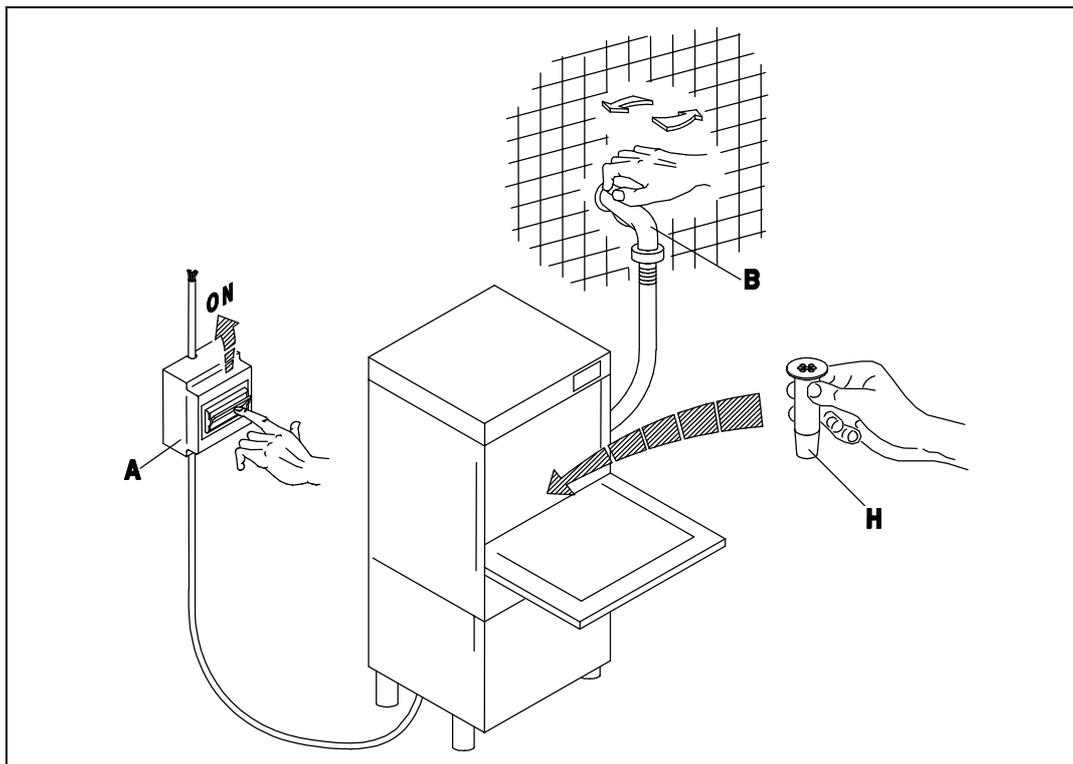

Fig. 3-1
- Aprire il rubinetto dell'acqua (B), inserire l'interruttore generale (A). Attivare l'interruttore principale dell'apparecchio (1), ne conseguirà l'accensione della spia (A) evidenziando che la macchina è sottoposta a tensione. A porta chiusa l'apparecchio si riempie d'acqua e alla fine del carico, si inseriscono automaticamente le resistenze della vasca e del boiler in alternanza. Il funzionamento delle resistenze è reso visibile dall'accensione delle spie (D) ed (E). Quando entrambe le spie si spengono l'acqua avrà raggiunto le temperature impostate e l'apparecchio sarà pronto per iniziare il lavaggio. (fig. 3-1÷3-2)
- Turn on the water tap (B) and switch on the master switch (A). Turn the appliance ON switch (1), which will cause the warning light (A) to illuminate, indicating that the machine is live. When the door is closed the appliance fills with water. When it is full, the tub and boiler heating elements come on automatically in alternation. When the elements are activated, the warning lights (D) and (E) are illuminated. When both warning lights go out the water has reached the set temperature and the appliance is ready to begin the washing cycle. (fig. 3-1÷3-2)
- Öffnen Sie den Wasserhahn (B) und betätigen Sie den Hauptschalter (A). Beim Betätigen des Hauptschalters (1) am Geschirrspüler wird die Anzeige (A) aufleuchten, an der Sie erkennen können, daß die Maschine unter Spannung steht. Bei geschlossener Tür läuft Wasser in die Maschine; ist die nötige Wassermenge einmal erreicht, so schalten die Widerstände des Spülbehälter und des Boilers automatisch eines nach dem anderen, ein. Der Betrieb der Widerstände wird durch das Aufleuchten der Anzeigen (D) und (E) erkennbar. Beide Leuchtanzeigen erlöschen, wenn das Wasser eine vorbestimmte Temperatur erreicht hat, d. h. wenn der Gläserespüler betriebsbereit ist. (fig. 3-1÷3-2)
- Ouvrir le robinet (B) et insérer l'interrupteur général (A). Ouvrir l'interrupteur principal de l'appareil (1), le voyant (A) s'allumera ce qui signifie que la machine est branchée. L'appareil se remplit d'eau avec porte fermée et à la fin du chargement les éléments chauffants de la cuve et du boiler entrent automatiquement en action en alternance. Les voyants (D) et (E) s'allument quand les éléments chauffants fonctionnent. Les deux voyants s'éteignent dès que l'eau a atteint la température programmée et l'appareil est prêt pour commencer le lavage. (fig. 3-1÷3-2)
- Abrir el grifo del agua (B), conectar el interruptor general (A). Activar el interruptor principal del aparato (1); el encendido de la luz testigo (A) indica que la máquina está en tensión. Con puerta cerrada el aparato se llena de agua y cuando la carga esté terminada se conectarán automáticamente las resistencias del tanque y de la caldera en la alternación. El funcionamiento de las resistencias es señalado por el encendido de las luces indicadoras (D) y (E). Cuando ambas luces se apaguen, el agua habrá alcanzado la temperatura programada y el aparato estará listo para empezar el lavado. (fig. 3-1÷3-2)
- Abrir a torneira de água (B), acionar o interruptor geral (A). Acionar o interruptor principal do aparelho (1), a luz (A) se acende evidenciando que a máquina esta sob tensão. Uma vez fechada a porta se enche de água e no final, as resistencias do cuba e do boiler começam a funcionar automaticamente na alternação. As luzes (D) e (E) indicam o funcionamento das duas resistencias. Quando ambas se apagarem é porque a temperatura alcançou seu nível desejado e a máquina estará pronta para iniciar a lavagem. (fig. 3-1÷3-2)
- Draai de waterkraan (B) open en schakel de hoofdschakelaar (A) in. Schakel de hoofdschakelaar van het apparaat (1) in waarna het lampje (A) gaat branden waaruit blijkt dat de machine onder stroom staat. Als de deur dichtgedaan wordt, loopt het apparaat vol met water en na afloop van het vollopen worden de verwarmingselementen van de kuip en van de boiler automatisch ingeschakeld in de afwisseling. De werking van de verwarmingselementen blijkt uit het feit dat de lampjes (D) en (E) gaan branden. Als allebei de lampjes uitgaan dan heeft het water de ingestelde temperatuur bereikt en is het apparaat klaar om met het afwasprogramma te beginnen. (Afb. 3-1 - 3-2)
**(ES) TEMPERATURAS ACONSEJABLES**
**(NL) GEADVISEERDE TEMPERATUREN**
**(PT) TEMPERATURA**
*(IT-CH) boiler – (GB-IE) boiler – (DE-AT-CH) boiler – (FR-BE) boiler – (ES) caldera – (PT) resevatório (boiler) – (NL) boiler*
- A riempimento avvenuto, aprire la porta (I) e introdurre il detersivo (ca. 2 gr. per litro di capacità della vasca). Inserire il cesto (L) carico e chiudere la porta (I). Selezionare il ciclo di lavaggio inserendo il pulsante (4) (ciclo breve (II) tasto premuto ÷ ciclo lungo (I) tasto rilasciato). A questo punto premere il pulsante START (3) (almeno per 2 secondi) e avrà inizio il ciclo di lavoro visualizzato dalla lampada spia (C): la fine del ciclo coincide con lo spegnimento di questa spia. Per spegnere la macchina si dovrà disinserire l'interruttore (1) portandolo nella posizione (0) spia (A) spenta. (Fig.3-1÷3-3).
**N.B.:** *E' consigliato avviare il ciclo di lavoro quando entrambe le spie delle resistenze, boiler (D) e vasca (E), si spengono, come indicato al punto 3.1 Messa in funzione.*
- A riempimento avvenuto, aprire la porta (I) e introdurre il detersivo (ca. 2 gr. per litro di capacità della vasca). Inserire il cesto (L) carico e chiudere la porta (I). Selezionare il ciclo di lavaggio inserendo il pulsante (4) (ciclo breve (II) tasto premuto ÷ ciclo lungo (I) tasto rilasciato). A questo punto premere il pulsante START (3) (almeno per 2 secondi) e avrà inizio il ciclo di lavoro visualizzato dalla lampada spia (C): la fine del ciclo coincide con lo spegnimento di questa spia. Verranno eseguite automaticamente prima la fase di lavaggio, poi quella di scarico parziale della vasca ed infine il risciacquo caldo. Per spegnere la macchina si dovrà disinserire l'interruttore (1) portandolo nella posizione (0) spia (A) spenta. (Fig.3-1÷3-3).
- Lorsque le remplissage est terminé, ouvrir la porte (I) et verser le détergent (environ 2 g pour chaque litre remplissant la cuve). Introduire le panier (L) plein et fermer la porte (I). Sélectionner ensuite le cycle de lavage en actionnant le bouton-poussoir (4) (cycle court (II) touche enfoncée ÷ cycle long (I) touche relâchée). A ce stade, presser le bouton-poussoir START (3) (au moins 2 secondes) et le cycle de fonctionnement commencera, visualisé par la lampe-témoin (C). La fin du cycle coïncide avec l'extinction de ce voyant. Pour arrêter la machine, il faudra débrancher l'interrupteur (1) en le ramenant sur la position (0): lampe-témoin (A). (Fig.3-1÷3-3).
**N.B.:** Nous conseillons de faire démarrer le cycle d'usage quand les deux voyants des éléments chauffants du boiler (D) et de la cuve (E) s'éteindront comme indiqué au point 3.1 Démarrage.
- Lorsque le remplissage est terminé, ouvrir la porte (I) et verser le détergent (environ 2 g pour chaque litre remplissant la cuve). Introduire le panier (L) plein et fermer la porte (I). Sélectionner ensuite le cycle de lavage en actionnant le bouton-poussoir (4) (cycle court (II) touche enfoncée ÷ cycle long (I) touche relâchée). A ce stade, presser le bouton-poussoir START (3) (au moins 2 secondes) et le cycle de fonctionnement commencera, visualisé par la lampe-témoin (C). La fin du cycle coïncide avec l'extinction de ce voyant. La phase de lavage, de vidange partiel de la cuve et enfin de rinçage chaud s'effectueront automatiquement. Pour arrêter la machine, il faudra débrancher l'interrupteur (1) en le ramenant sur la position (0): lampe-témoin (A). (Fig.3-1÷3-3).
- Después del llenado, abra la puerta (I) y vierta el detergente (2 gramos aproximadamente por litro de capacidad de la cuba). Introduzca el cesto (L) carga y cierre la puerta (I). Seleccione el ciclo de lavado por medio del selector (4) (ciclo breve (II) tecla pulsada ÷ ciclo largo (I) tecla soltada). Pulse ahora START (3) (al menos durante 2 segundos) para arrancar el ciclo de trabajo: se enciende la luz testigo (C), que se apagará al final del ciclo. Para apagar la máquina desconecte el interruptor (1) posición 0, luz testigo (A) apagada. (Fig.3-1÷3-3).
**N.B.:** Le aconsejamos que arranque el ciclo de trabajo cuando las dos luces indicadoras de las resistencias del hervidor (D) y de la cuba (E) se apaguen (véase 3.1 Puesta en funcionamiento).
- Después del llenado, abra la puerta (I) y vierta el detergente (2 gramos aproximadamente por litro de capacidad de la cuba). Introduzca el cesto (L) carga y cierre la puerta (I). Seleccione el ciclo de lavado por medio del selector (4) (ciclo breve (II) tecla pulsada ÷ ciclo largo (I) tecla soltada). Pulse ahora START (3) (al menos durante 2 segundos) para arrancar el ciclo de trabajo: se enciende la luz testigo (C), que se apagará al final del ciclo. La máquina ejecuta automáticamente antes la etapas, luego la de descarga de la cuba y al finale l enjuague caliente. Para apagar la máquina desconecte el interruptor (1) posición 0, luz testigo (A) apagada. (Fig.3-1÷3-3).
- Doe na het vollopen de deur open (I) en doe er afwasmiddel in (ongeveer 2 g per liter inhoudscapaciteit van de kuip). Doe de beladen korf (L) erin en doe de deur (I) dicht. Stel het afwasprogramma in door op de knop (4) te drukken (kort programma (II) toets ingedrukt – lang programma (I) toets losgelaten). Druk nu op de START knop (3) waarna (minstens 2 seconden) het afwasprogramma zal beginnen dat aangegeven wordt door het controlelampje (C): het einde van het programma valt samen met het uitgaan van dit lampje. Om de machine uit te schakelen moet u de schakelaar (1) uitschakelen door hem op de stand (0) te zetten, lampje (A) uit (Afb. 3-1 ÷ 3-3).
**N.B.:** *Er wordt geadviseerd om het afwasprogramma te starten als allebei de lampjes van de verwarmingselementen, de boiler (D) en de kuip (E) uitgaan, zoals aangegeven in punt 3.1 Aanzetten.*
- Doe na het vollopen de deur open (I) en doe er afwasmiddel in (ongeveer 2 g per liter inhoudscapaciteit van de kuip). Doe de beladen korf (L) erin en doe de deur (I) dicht. Stel het afwasprogramma in door op de knop (4) te drukken (kort programma (II) toets ingedrukt – lang programma (I) toets losgelaten). Druk nu op de START knop (3) waarna (minstens 2 seconden) het afwasprogramma zal beginnen dat aangegeven wordt door het controlelampje (C): het einde van het programma valt samen met het uitgaan van dit lampje. Eerst zal de afwasgang en daarna de gedeeltelijke afvoer van de kuip plaatsvinden en tot slot de spoelgang met warm water. Om de machine uit te schakelen moet u de schakelaar (1) uitschakelen door hem op de stand (0) te zetten, lampje (A) uit (Afb. 3-1 ÷ 3-3).